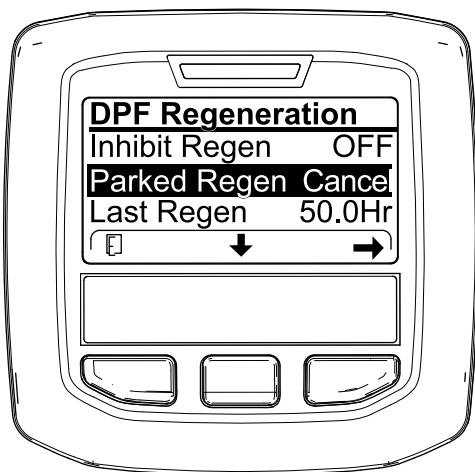
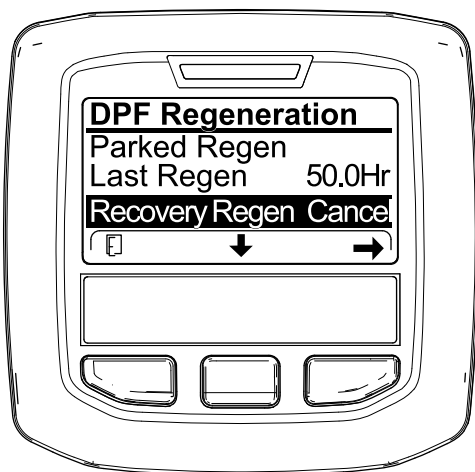

Figura 60
Figura 61
- Acceda al menú DPF Regeneration (Regeneración de DPF) (Figura 60).
2. Pulse el botón central para desplazarse hacia abajo, hasta la opción PARKED REGEN CANCEL (Cancelación de regeneración con máquina aparcada) (Figura 60) o la opción RECOVERY REGEN CANCEL (Cancelación de regeneración de recuperación) (Figura 61).
3. Pulse el botón derecho para seleccionar la opción Regen Cancel (Cancelación de regeneración) (Figura 60 o Figura 61).